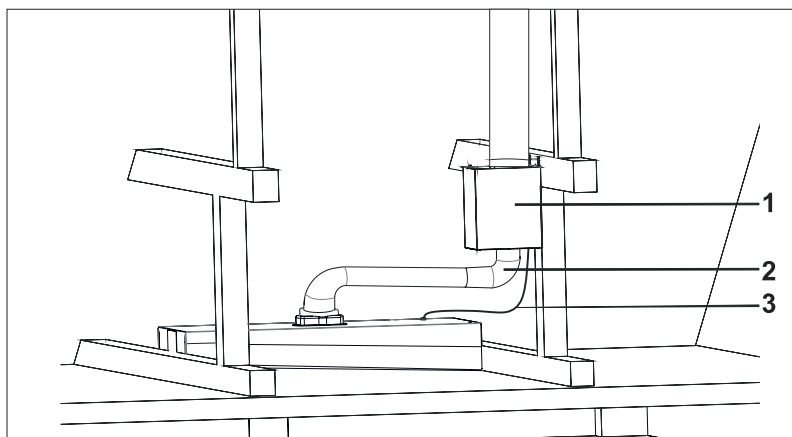

Fig. 12
8. Anslut utsugskanalen till fläkten och till den externa motorn. Koppla också utsugskanalen från den yttre motorn och ut till det fria (t ex takfläkten). Kontrollera att utsugskanaler är täta. Använd spännremmar så att utsugskanalen ej hoppar av vid användning (Fig. 12).